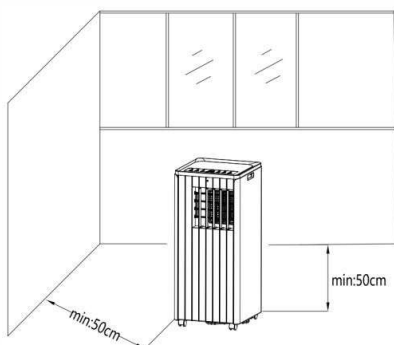

Figure 4
- 1) Placez l'appareil, muni du caloduc et des raccords, devant la fenêtre, en veillant à ce que la distance entre le corps de l'appareil et les murs ou tout autre objet soit d'au moins 50 cm (comme illustré à la figure 4).